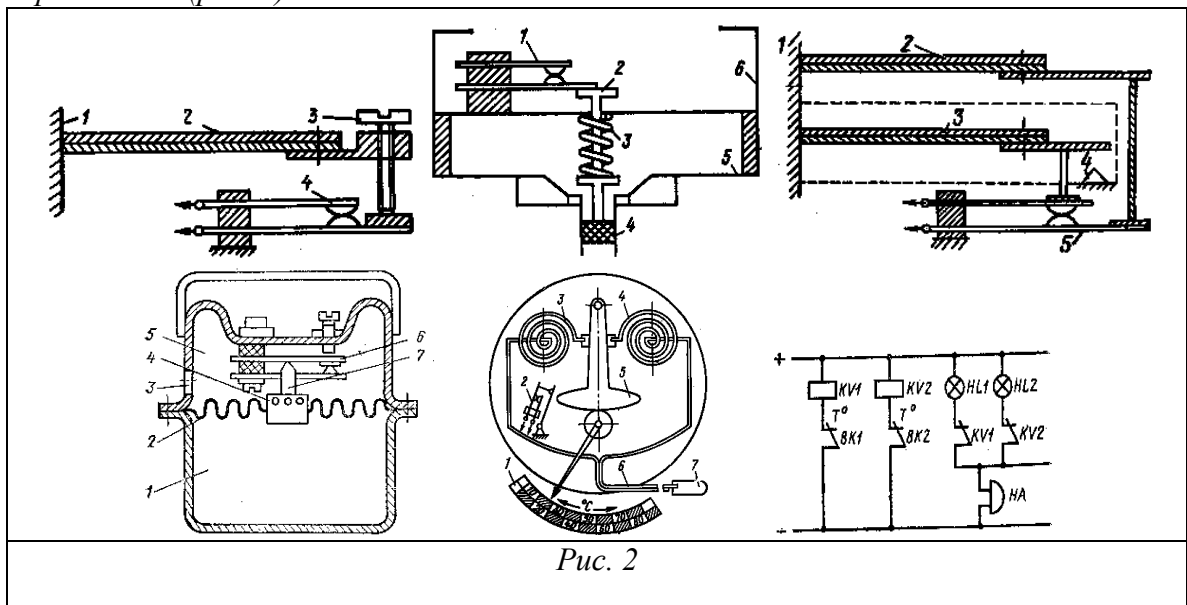

Рис. 2
2. Пожарная сигнализация, схемы, пожарные извещатели, характерные неисправности, их устранение, принцип работы, требования Регистра РФ, применение (рис. 2).